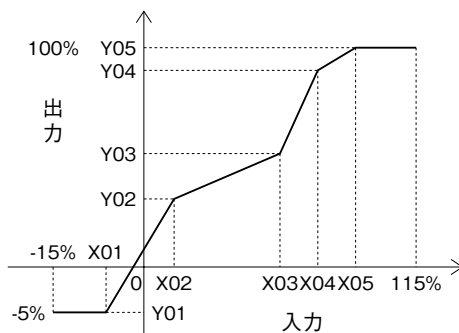

図 1
機能：入出力の関係を 16 点の折れ点で近似します。折れ点は、入力と出力で一組になります。必要な点のみ、入力 (X) データの小さい順に番号の若い順から設定して下さい。(図 1 参照)